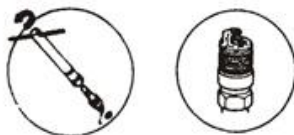

Рис. 40
8.2.2 Зніміть свічку запалення за допомогою спеціального інструмента (Рис. 40). –